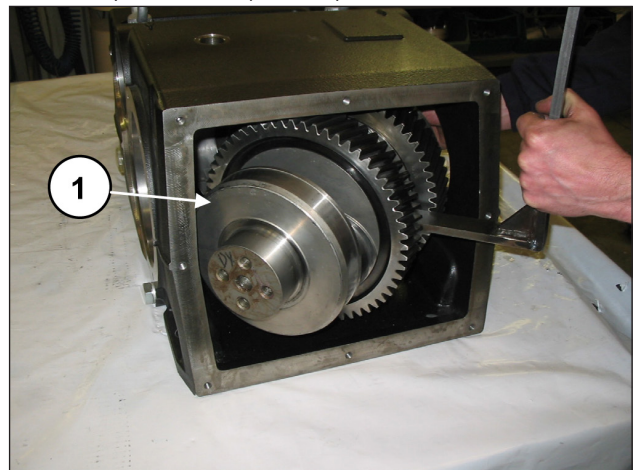

Abb. 39
Entnehmen Sie die Kurbelwelle von der Rückseite des Gehäuses (Pos. ①, Abb. 39).